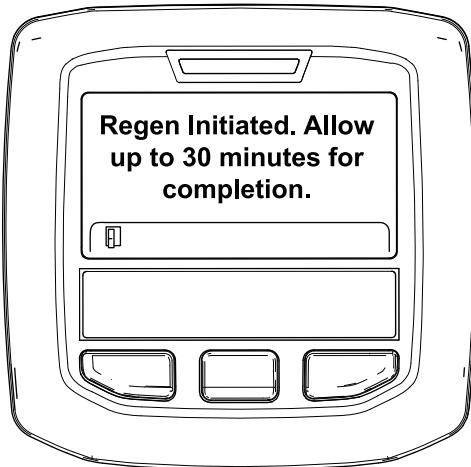

Figura 56
- Se la rigenerazione è consentita, nell'InfoCenter viene visualizzato il messaggio "Regen Initiated. Allow up to 30 minutes for completion" (Rigen. inizializzata. Attendere fino a 30 minuti per il completamento), attendete il completamento del processo di rigenerazione parcheggiata da parte della macchina (Figura 56).